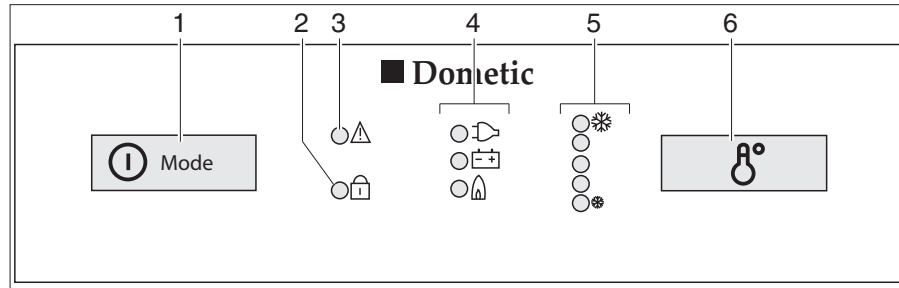

Fig. 246 Boutons de commande pour le réfrigérateur (Dometic Série 8 avec SMSE)
- Appuyer sur le commutateur/sélecteur de source d'énergie (Fig. 246,1) pendant 2 secondes pour mettre l'appareil en marche. La DEL du dernier mode de fonctionnement sélectionné s'allume.
- Si nécessaire, appuyer brièvement plusieurs fois sur le commutateur/sélecteur de source d'énergie (Fig. 246,1) jusqu'à ce que le voyant de contrôle gaz "🔥" s'allume. L'arrivée de gaz est ouverte. L'allumage s'effectue de manière automatique. Un tic-tac est distinctement perceptible jusqu'à ce que la procédure d'allumage soit effectuée avec succès.
- Régler la température de réfrigération avec l'interrupteur réglage de la température (Fig. 246,6).
- Si nécessaire, appuyer brièvement plusieurs fois sur le commutateur/sélecteur de source d'énergie (Fig. 246,1) jusqu'à ce que le voyant de contrôle 230 V "" s'allume.
- Si nécessaire, appuyer brièvement plusieurs fois sur le commutateur/sélecteur de source d'énergie (Fig. 246,1) jusqu'à ce que le voyant de contrôle 12 V "" s'allume.